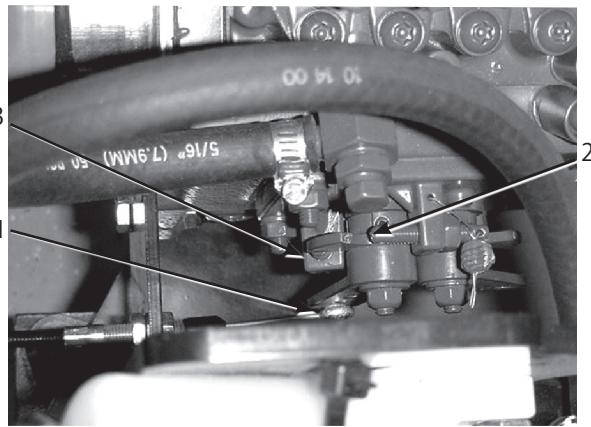
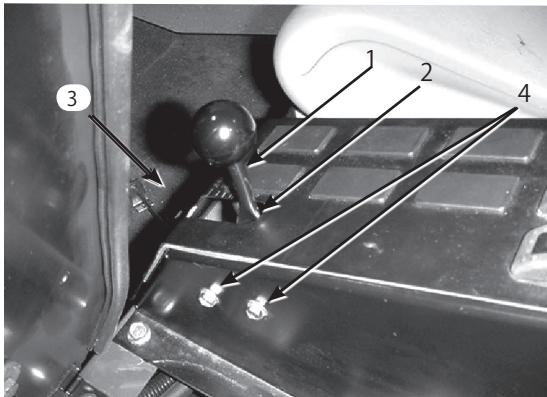

図48
図49
2. 高速位置の調整:スロットル・ケーブルを取り付けブレードに固定しているナットをゆるめて調整する。調整の目安は、エンジンのスロットル・アームが高速ストップに当たったときに、レバーとスロット前端との間に 1.5 mm の隙間が残っている程度とする(Fig. 48)。
3. 低速位置の調整:ケーブル・アセンブリをセンター・コントロールに固定している2本のボルト (図49) をゆるめて調整する。調整の目安は、エンジンのスロットル・アームが低速ストップに当たったときに、レバーとコントロールのスロット後端との間に 1.5 mm の隙間が残っている程度とする。(Fig. 48)。